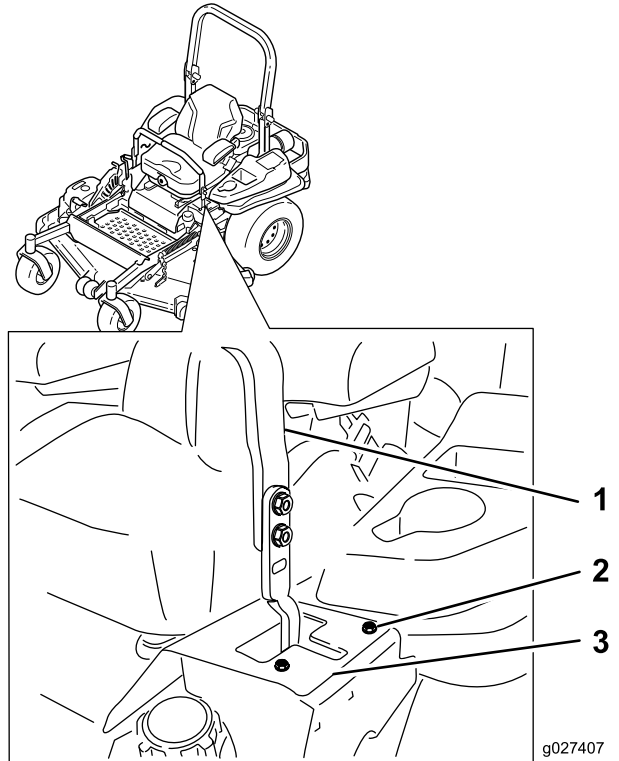

Figure 63
- Si elle se déporte à droite, desserrez les boulons et déplacez la plaque de butée gauche en arrière sur la fente en T gauche, jusqu'à ce que la machine se déplace en ligne droite (Figure 63).
- Si elle se déporte à gauche, desserrez les boulons et déplacez la plaque de butée droite en arrière sur la fente en T droite, jusqu'à ce que la machine se déplace en ligne droite (Figure 63).
- Serrez les boulons de la plaque (Figure 63).